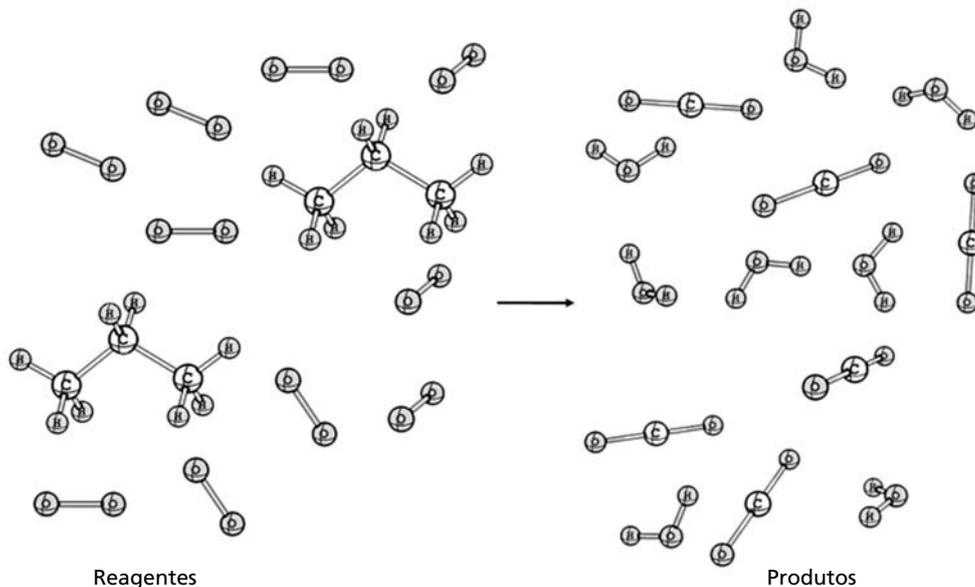

Figura 4.2: Reação de combustão do propano.
Nessa equação, estão representados os *reagentes*,  $C_3H_8$  (gás propano) e  $O_2$  (gás oxigênio), e também os *produtos*,  $CO_2$  (gás carbônico) e  $H_2O$  (água). Na equação também estão indicadas as quantidades relativas dos reagentes e dos produtos, que podem ser assim interpretadas: para a combustão de uma molécula de propano são necessárias cinco moléculas de gás oxigênio ( $O_2$ ), e serão formadas três moléculas de gás carbônico ( $CO_2$ ) e quatro moléculas de água ( $H_2O$ ). Vamos supor agora que nós vamos efetuar a combustão de um número maior de moléculas de propano, conforme a Figura 4.2.
1. Conte o número de cada um dos átomos do lado dos reagentes e dos produtos na **Figura 4.2**. Veja quantas moléculas de cada tipo existem de cada lado da reação e escreva a equação estequiométrica.